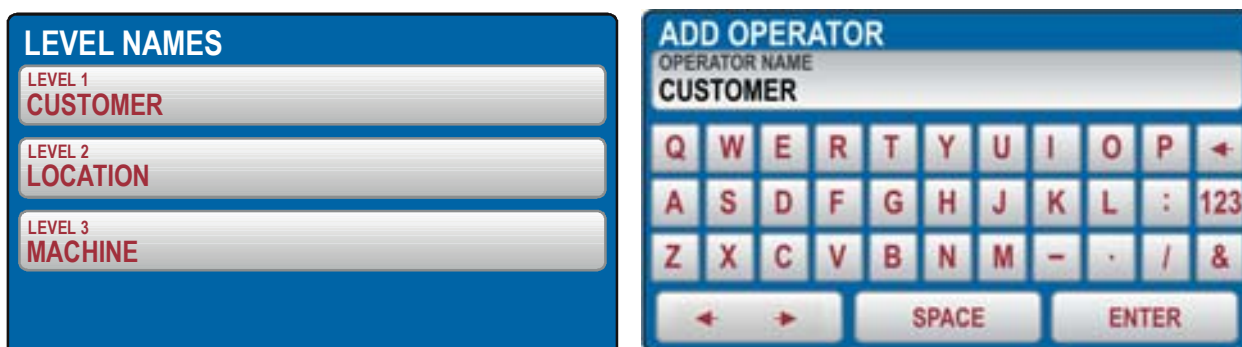

Fig. 12: Menu NOMI LIVELLI
- **LEVEL NAMES** → Sono disponibili 3 livelli quando si salvano i risultati dei test: **LEVEL1**, **LEVEL2** e **LEVEL3** i cui nomi sono liberamente modificabili (**max 12 caratteri**) usando la tastiera virtuale interna (vedere Fig. 12) e sono utilizzabili per il salvataggio dei dati delle misure eseguire con strumento alla pressione del tasto **SAVE** (vedere § 7.1)